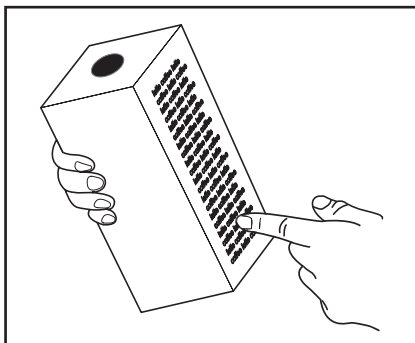

Fig. 1
- Produktpakkene må oppbevares i samsvar med beskrivelsen på pakken (fig. 1).